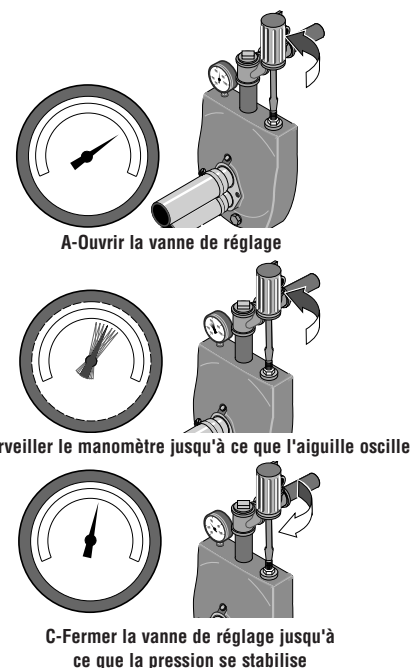

Figure 12 : Régler la vanne de réglage
- 5 ° Lorsque la pression s'est accumulée et stabilisée à environ 50 lb/po², ouvrir lentement la vanne de réglage (voir la Figure 12) et laisser chuter la pression jusqu'à ce que l'aiguille du manomètre commence à osciller. Pendant que l'aiguille oscille, fermer suffisamment la vanne de réglage pour arrêter l'aiguille d'osciller (voir la Figure 12). La pompe fonctionne maintenant à son point le plus efficace.